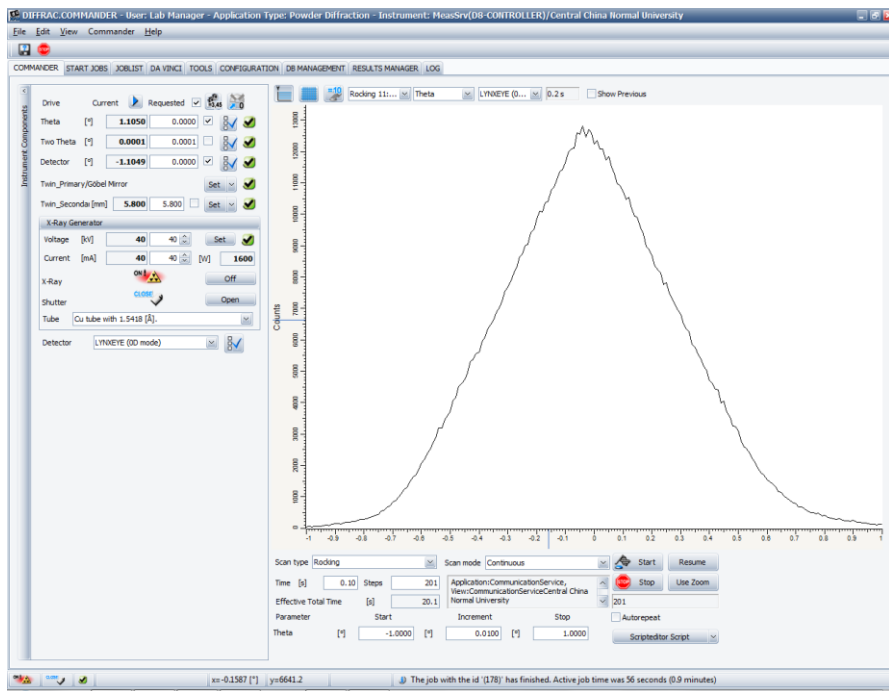

图 5-4 摇摆曲线
5.9 做 Rocking scan（不用改参数）扫描范围设置为  $-1.5^\circ$  至  $1.5^\circ$ （步长  $0.02^\circ$ ），点击 start 做一个 rocking scan，得到一个三角峰，（图 5-4）双击三角峰的最高点位置，此位置被传到 Tube 的输入位置，然后点移动马达。